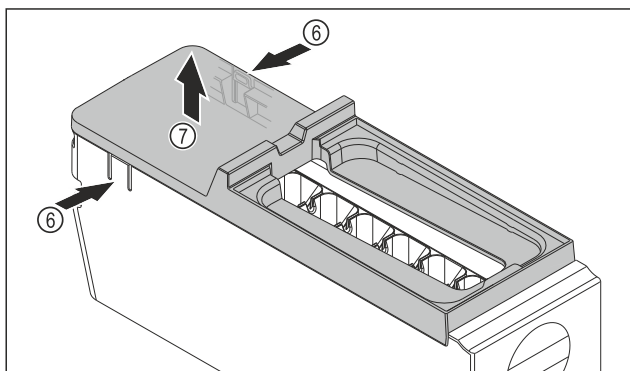

Fig. 77
- ▶ Зняти кришку з корпусу EasyTwist-Ice: натиснути однією рукою на накладки Fig. 77 (6) з обох боків корпусу EasyTwist-Ice.
- ▶ Зняти кришку Fig. 77 (7), потягнувши її вгору іншою рукою.